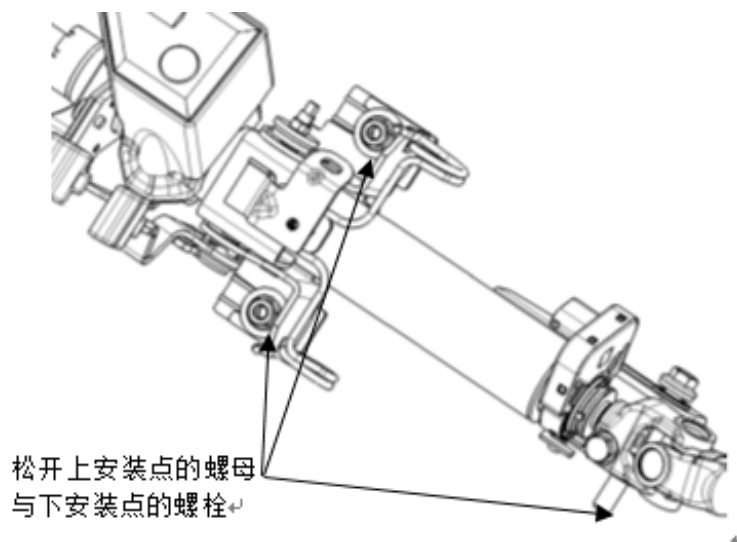

图 5.10 管柱上下安装点
- ①确认所有与管柱连接的线束均已脱开。
- ②松开管柱上安装点的螺母与下安装点的螺栓，如图 5.10 所示，取下转向管柱及万向节。